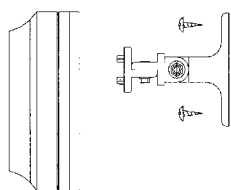

Fig. 1
1) Fissare la staffa al muro con le viti fornite in dotazione (Fig.1).